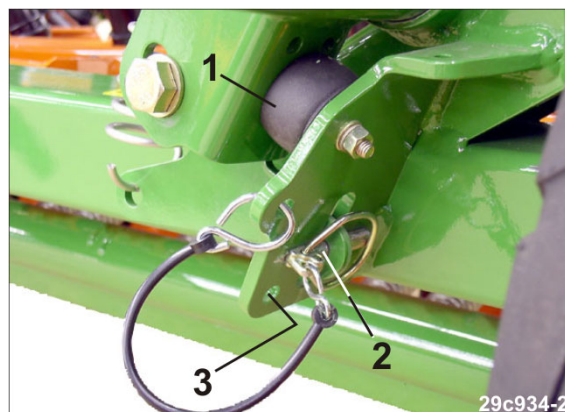

Fig. 168
- 3.1 Tryk spormarkørsudliggeren mod gummibufferen (Fig. 168/1).
- 3.2 Træk ringsplitten (Fig. 168/2), og sæt den i parkeringspositionen i boringen (Fig. 168/3).